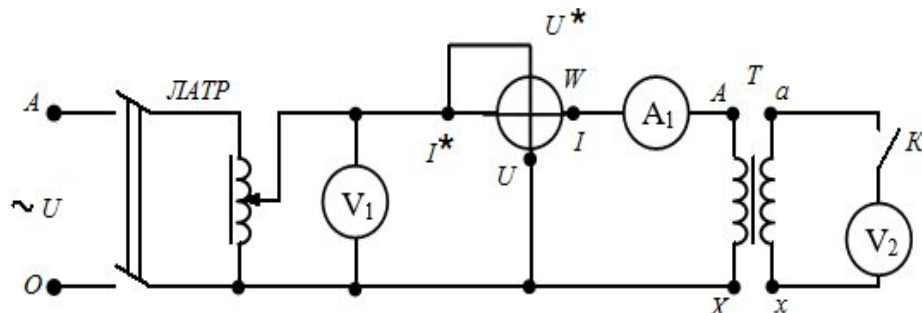

Рисунок 6.4 – Схема испытания трансформатора в режиме холостого хода
1. Выполнить опыт холостого хода. Для этого собрать схему (рис. 6.4). При определении потерь холостого хода  $P_0$  ключ  $K$  в цепи вторичной обмотки должен быть замкнут на вольтметр. Результаты измерений при нескольких значениях  $U_1$  занести в таблицу 6.1.